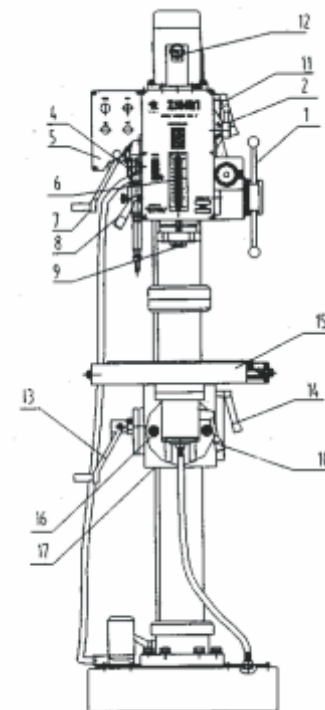

Figura 8
(1) Estrutura de troca da velocidade de avanço. (vide figura 8, pág. 8) A estrutura de troca da velocidade de avanço fica montada no cabeçote.
(2) Estrutura de operação de avanço. (vide figura 8, pág. 8). Empurre a alavanca 1 e gire-a. Agora o fuso poderá se movimentar rapidamente com a mão. Puxe a alavanca 1 para fora para iniciar o avanço automático. Antes de realizar o micro-avanço, gire o volante 18 até a posição “0”, ou seja, o fuso fica fora do sistema de troca de velocidade de avanço. Puxe a alavanca 1 para fora e gire o volante de micro-avanço 4. Agora o fuso pode iniciar o micro-avanço.
(3) Ajuste de segurança do avanço do fuso (veja a figura da estrutura da FC45-A). Quando a máquina iniciar o avanço automático e a pressão de avanço for acima de 506 kg, a embreagem de segurança deverá patinar. Se quando a pressão de avanço estiver acima de 506 kg e a embreagem de segurança não patinar, ou se a pressão de avanço for abaixo de 480 kg e a embreagem de segurança patinar, a embreagem deverá ser ajustada.
Lista das peças de operação (conforme a figura 8)